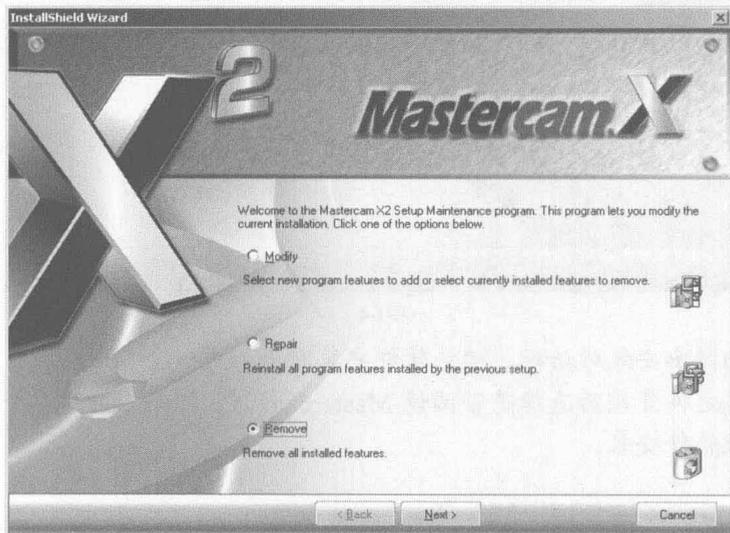

图1-6
- (1) 在桌面的“开始”菜单中选择“控制面板”选项, 进入控制面板操作窗口。
- (2) 选择“添加/删除程序”选项, 在添加或删除程序窗口中单击 Mastercam X2 程序的“更改/删除”按钮进行删除。
- (3) 选择 Remove (删除) 选项, 单击 按钮即可删除程序, 如图 1-6 所示。